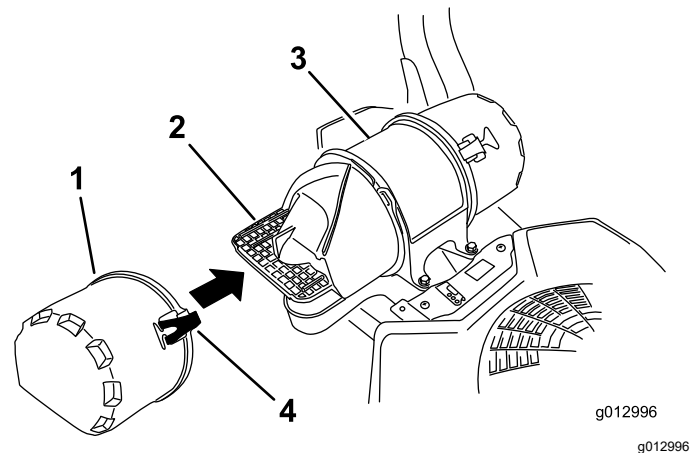

Figure 62
3. Ouvrez les dispositifs de verrouillage du filtre à air et séparez le couvercle d'entrée d'air du boîtier du filtre (Figure 62).
5. Reposez le couvercle d'entrée d'air et fixez-le avec les verrous (Figure 62).